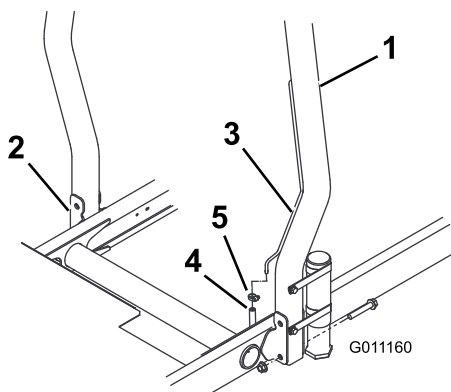

Рисунок 6
1. Опустите защитную дугу на монтажные кронштейны тягового блока, совместив монтажные отверстия. Убедитесь, что вентиляционная трубка на защитной дуге находится с левой стороны машины (Рисунок 6).
- Прикрепите каждую сторону защитной дуги к монтажным кронштейнам с помощью 2 болтов с фланцем и 2 контргаек (Рисунок 6). Затяните крепежные элементы с моментом 81 Н·м.